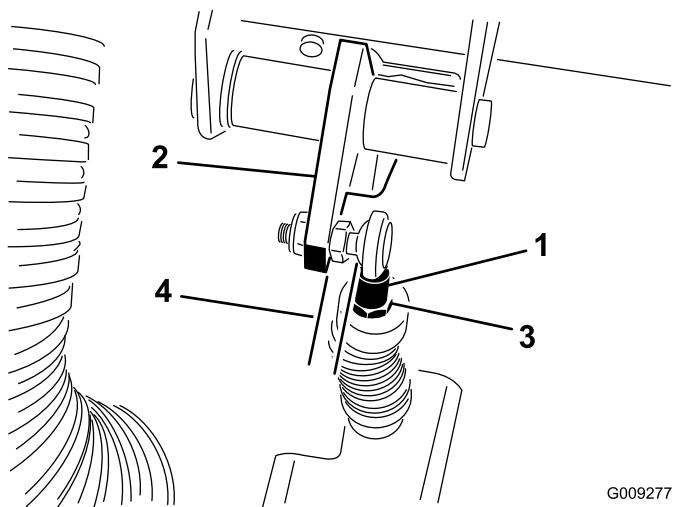

Figure 70
**Important:** La tige d'embout doit être d'équerre sur la rotule, sans vriller, et rester parallèle à la pédale d'embrayage quand l'écrou de blocage est serré (Figure 70).